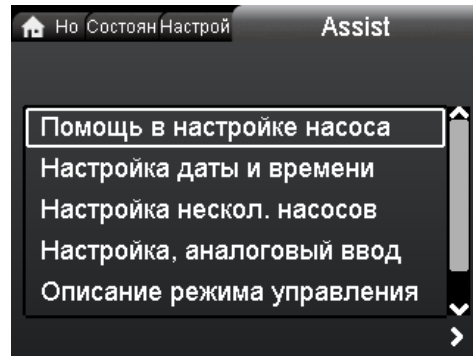

Рис. 42 Настройка нескол. насосов
5. Соедините головные части насоса с помощью дисплея основной головной части, которая отмечена символом "I". Перейдите в меню "Assist" (Дополнительные настройки) и выберите "Настройка нескол. насосов". См. рис. 42.